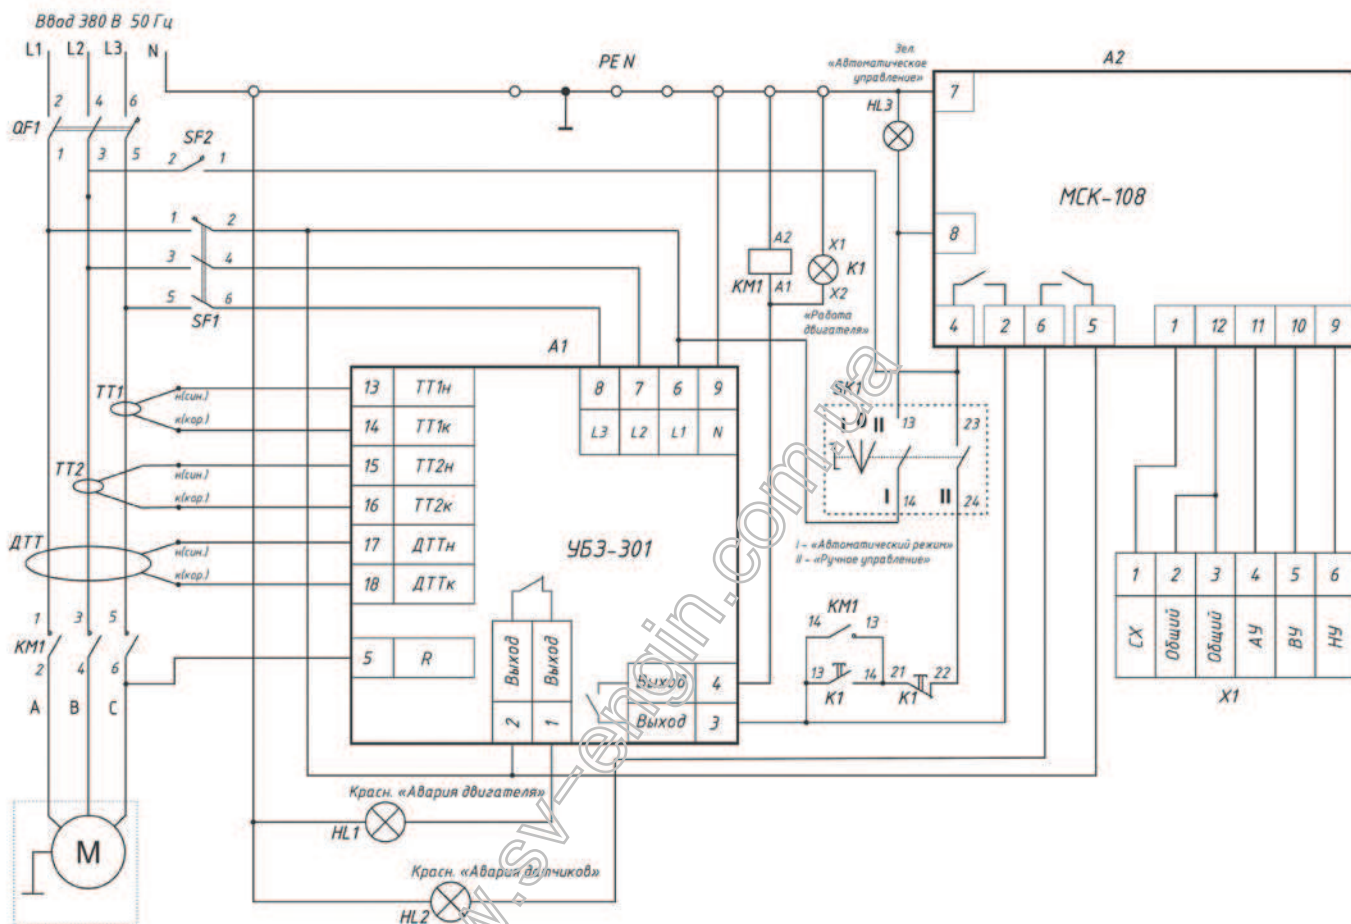

Рисунок 2.
- 4.1.3.8. Подключить датчики к разъёму X1 (рис.2) , согласно руководства по эксплуатации управляющего контроллера.
- 4.1.3.9. Подключить линии питания к контактам автоматического выключателя QF1 (рис.2).
- 4.1.3.10. Подключить электродвигатель к контактору KM1 (рис.2).
- 4.1.3.14. Включить двигатель насоса зелёной кнопкой "Ручное управление" и проверить, что он вращается в нужную сторону. Если это не так, то изменить чередование фаз на контакторе KM1, на контактах, к которым подключен двигатель. Для этого необходимо обязательно выключить двигатель красной кнопкой, и обесточить устройство автоматическим выключателем QF1 (рис.2).
Внутри бокса СН-108 расположено три автоматических выключателя (рис.2).